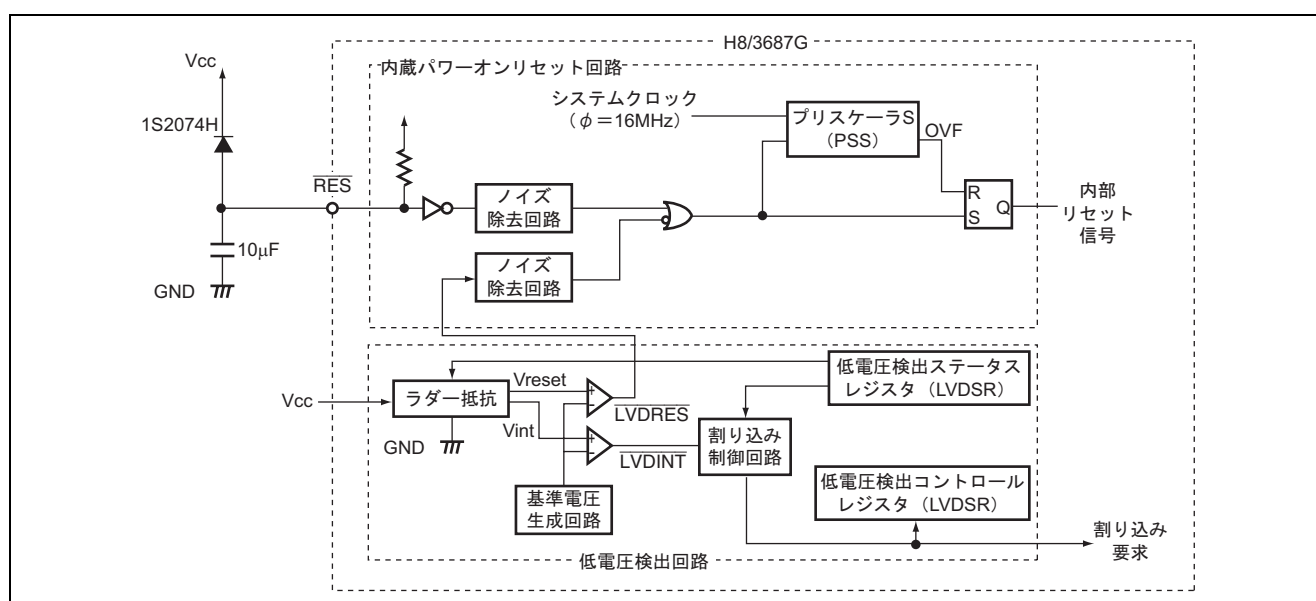

図 2.1 低電圧検出回路のブロック図
1. 本タスク例では、オプションの内蔵低電圧検出回路を使用して、低電圧時の動作状態を制御します。低電圧検出回路のブロック図を図 2.1 に示します。以下に低電圧検出回路のブロック図について説明します。